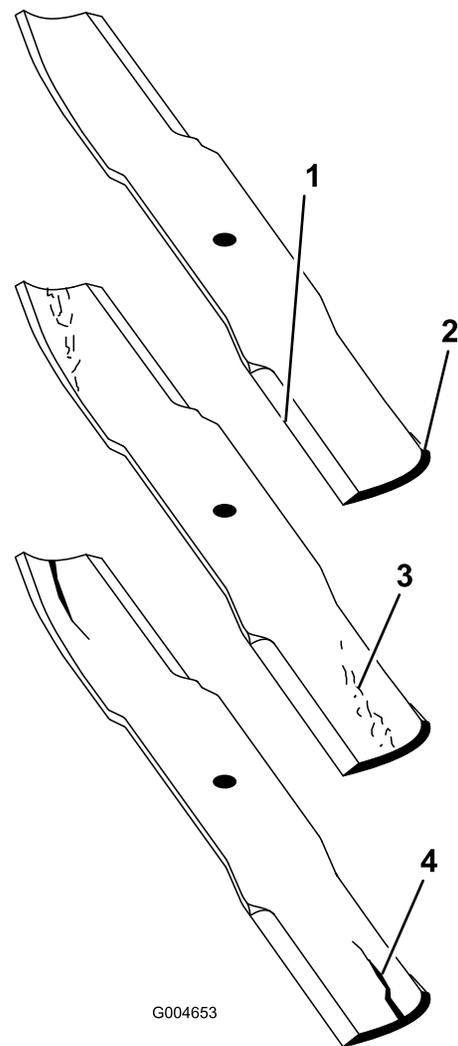

Bild 125
2. Prüfen Sie die Schnittkanten des Messers sorgfältig, insbesondere dort, wo die geraden Flächen die gebogenen berühren (Bild 125).
Hinweis: Da Sand und anderes reibendes Material das Metall abschleifen kann, das die flachen mit den gebogenen Teilen verbindet, müssen Sie das Messer vor jedem Einsatz der Maschine prüfen. Wenn Sie Abnutzung feststellen, (Bild 125), wechseln Sie das Messer aus.